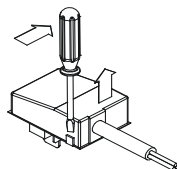

Abb.18
- die Klemmleiste öffnen **Abb. 18**;